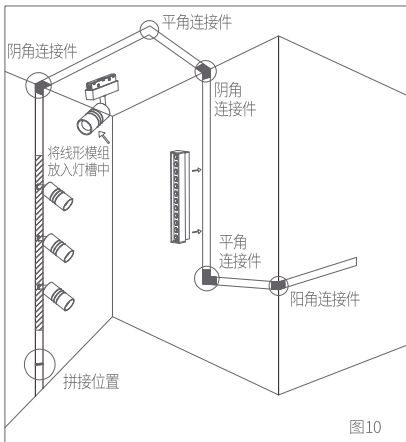

图10
8.将发光模组(如射灯模组、泛光模组)先确认好安装位置后放进轨道内槽,调整模组,如图10所示。